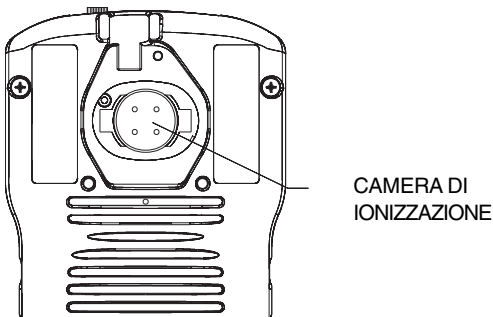

Figura 22:
6. Inserire la camera di ionizzazione nel supporto cella, in modo che i quattro forellini rotondi siano rivolti verso l'alto, come mostrato in Figura 22.